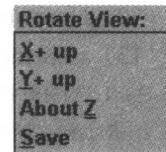

图 1-6
- 1) 选择该命令，系统在主菜单区显示 Rotate View 子菜单，如图 1-6 所示。
1) 选择该命令，系统在主菜单区显示 Rotate View 子菜单，如图 1-6 所示。